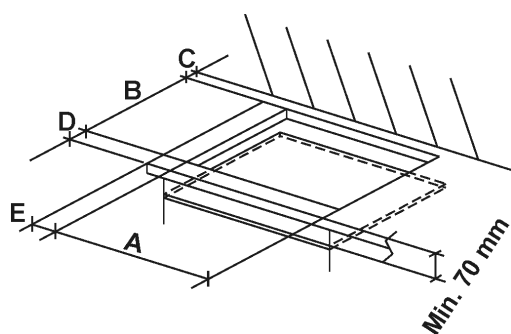
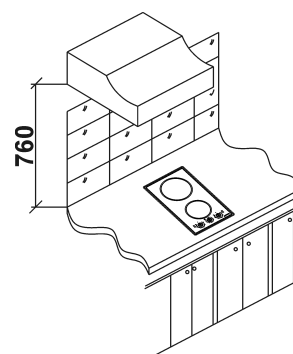

FIG. 6
FIG. 7
Effectuez une ouverture d'encastrement sur le meuble en respectant les dimensions de la fig. 6 et en vous assurant d'avoir respecté les dimensions critiques de l'espace dans lequel l'appareil doit être installé (voir fig. 7).
- Il est nécessaire d'éviter le contact accidentel avec le fond de surchauffe de la fraise-mère, pendant le fonctionnement, de mettre une insertion en bois, fixée par des vis, à une distance minimum de 70 millimètres du dessus (voir la fig. 6).